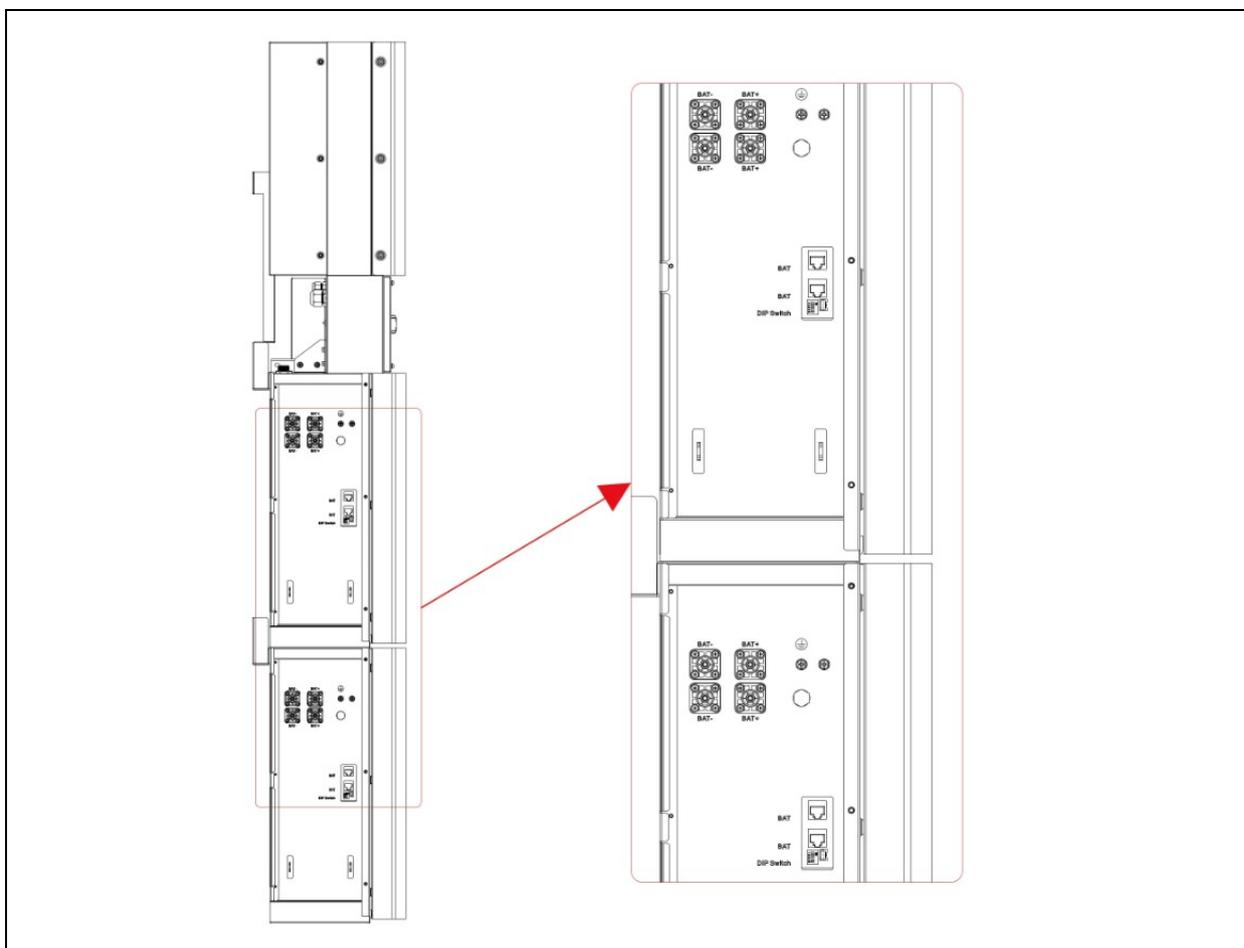

Fig. 22 (Collegamento seconda batteria)
3. Connettere i cavi di comunicazione RS485 delle batterie tramite i rispettivi connettori sul lato sinistro (Fig. 22).